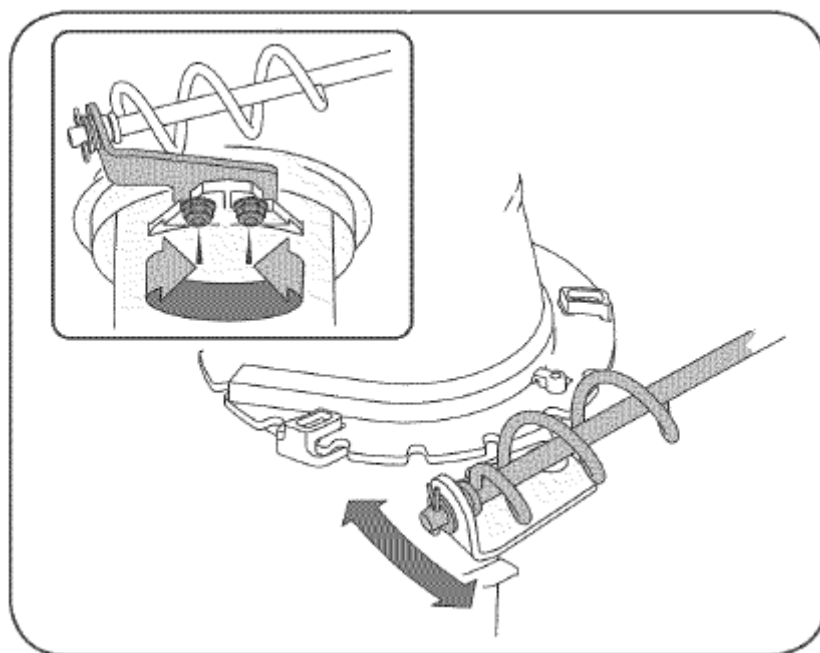

Рисунок 21
1. Ослабьте две гайки, которые крепят кронштейн, и плавно переставьте их (смотри рисунок 21).